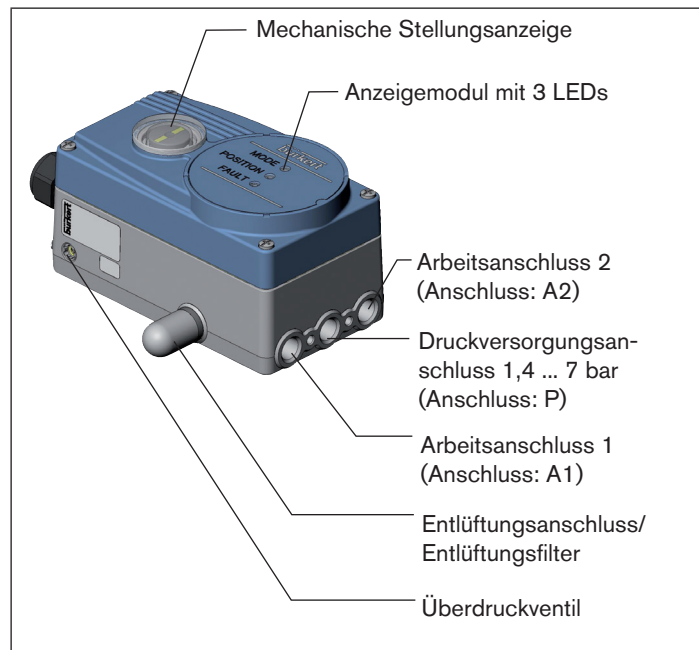

Bild 1: Aufbau, Positioner Type 8791
1) Bei Einsatz des Positioners unter IP67 Bedingungen, muss der Entlüftungsfiter (siehe „Bild 1“) entfernt und die Abluft in den trockenen Bereich geführt werden.